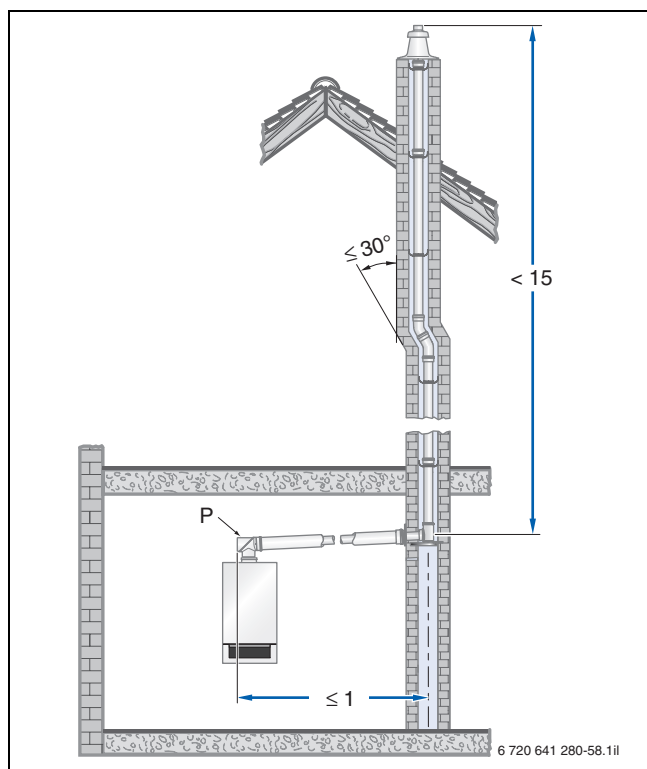

Fig. 80 Esempio di disposizione delle aperture di ispezione (P) in caso di tubazione dei gas combusti senza deviazioni nel locale di posa (misure in m)
Secondo le norme UNI 7129:2008 e UNI 11071 gli impianti di scarico dei gas combusti con esercizio indipendente dall'aria del locale devono poter essere ispezionati ed eventualmente puliti in modo facile e sicuro. Per questo motivo devono essere progettate delle aperture per l'ispezione (→ fig. 80 e fig. 81).
- sul lato anteriore, in un tratto rettilineo orizzontale della tubazione di scarico, entro 1 m dall'innesto con il tratto verticale, tale per cui non vi siano ulteriori deviazioni comprese tra l'apertura di ispezione e l'innesto con il tratto verticale, (→ fig. 80) **oppure**